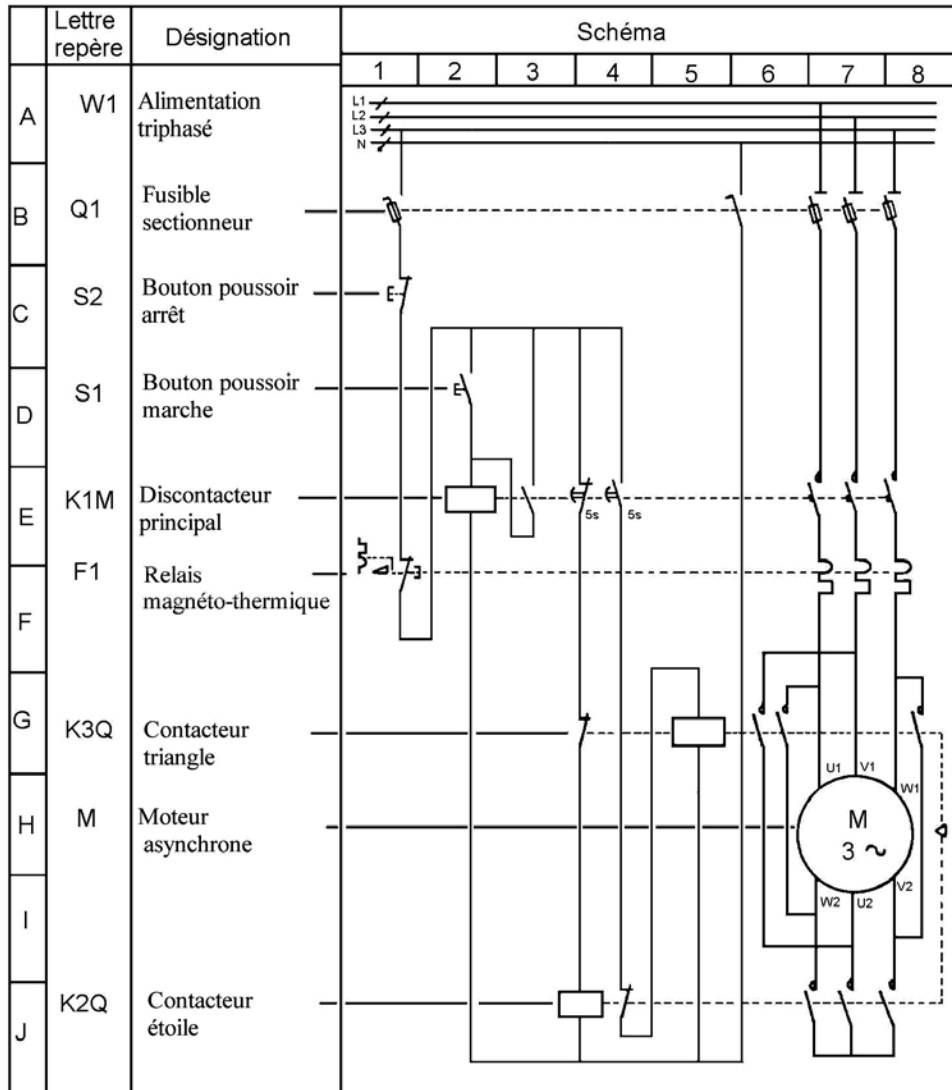

Figure 23
- Schéma en représentation rangée - est caractérisé par l'alignement des différents éléments d'un même organe; leur liaison mécanique est indiquée. Toutes les éléments d'un appareil sont orientés dans le même sens (figure 23).